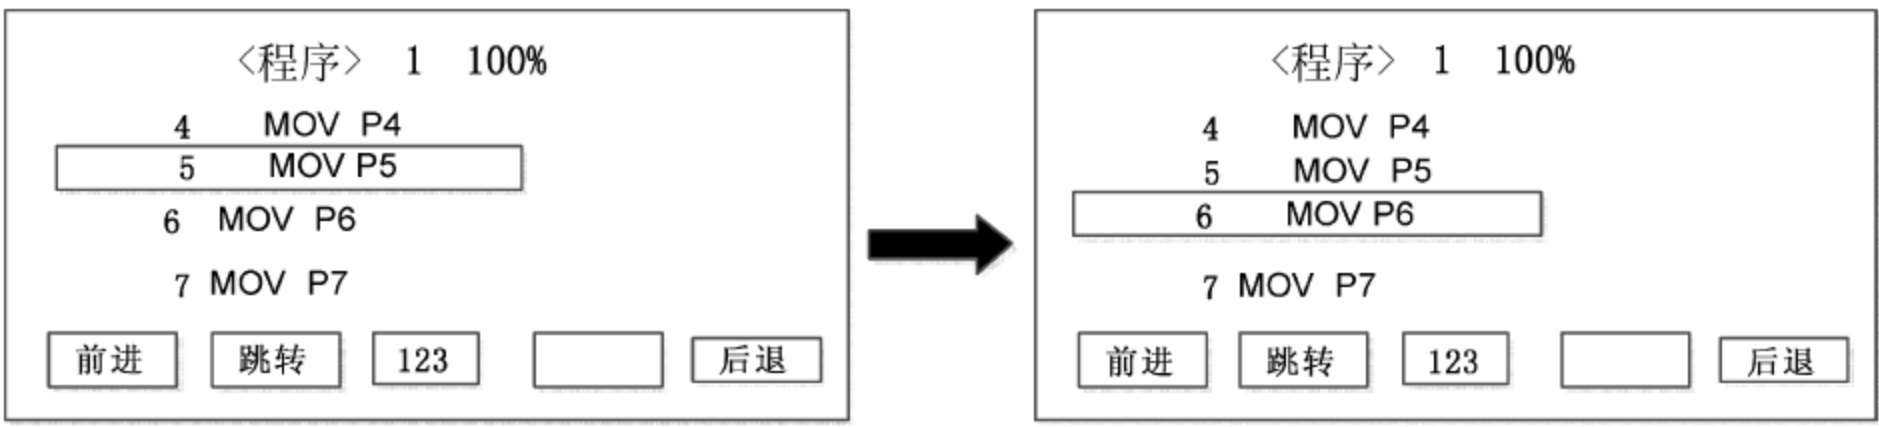

图 4-25 按下对应“跳转”功能的 F2 键
- (2) 按下对应跳转功能的 F2 键,进入跳转程序行号确认界面,如图 4-25 所示。
- (3) 设置希望跳转的程序行号(例如：程序行号=5)。
- (4) 光标跳到第 5 步程序行。
- (5) 按下“前进”功能键,程序单步执行。